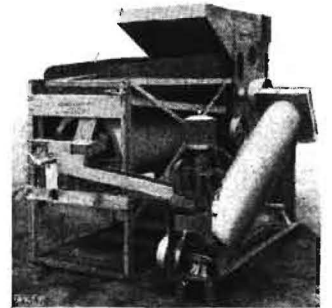

Bild 3. Beizapparat „Poppelsdorf“ Nr. 75
- „Poppeldorf“ zum Trocken- und Kurznaßbeizen (Bild 3),